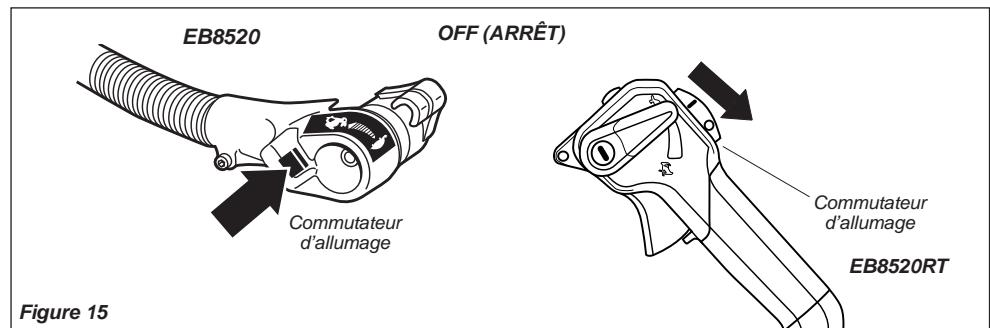

Figure 15
2. Appuyer sur le bouton d'arrêt et le maintenir enfoncé jusqu'à l'arrêt du moteur. Faire glisser le commutateur d'allumage vers l'arrière, sur la position « O » (ARRÊT). Voir figure 15.